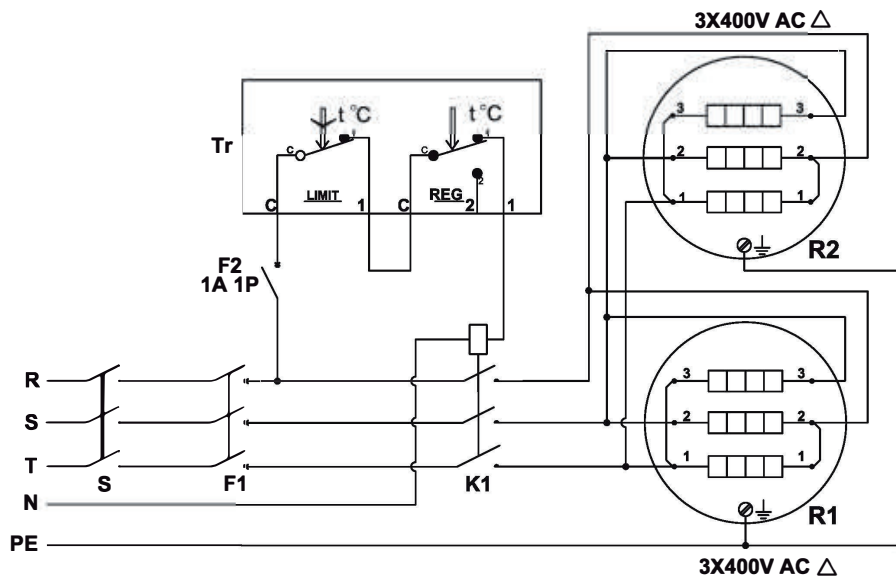

Fig 9
- Трифазна напруга живлення - з'єднання типу „трикутник“ + з'єднання типу „трикутник“ – Fig.9 при використанні комбінації нагрівачів 7,5кВт/12кВт і 7,5 кВт,